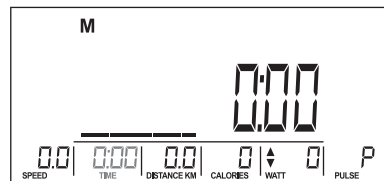
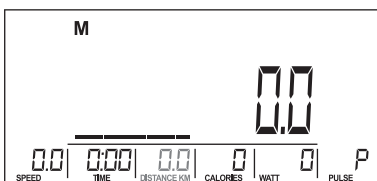
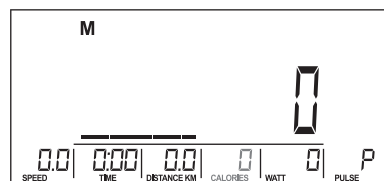
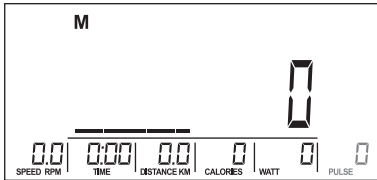

Abb. 10
Abb. 11
Abb. 12
Abb. 13
4. Stellen Sie mit dem Datenrad – TIME (Abb. 10), DISTANCE (Abb. 11), CALORIES (Abb. 12), PULSE (Abb. 13) ein und drücken Sie MODE zur Bestätigung.
3. Stellen Sie mit dem Datenrad den Wert der TIME ein (Abb. 10).